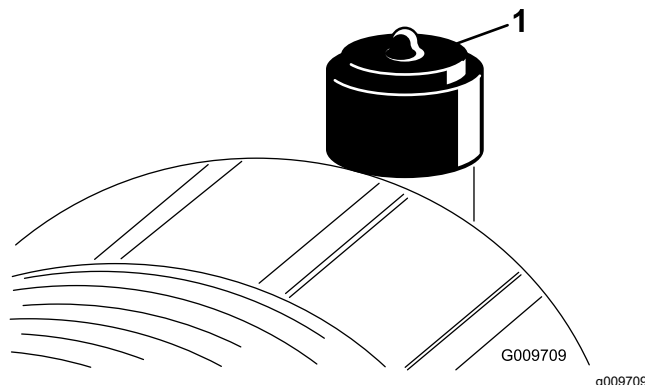

Figure 53
Faites l'entretien du filtre à air uniquement quand l'indicateur de colmatage (Figure 53) indique que cela est nécessaire. Changer le filtre à air prématurément ne fait qu'accroître le risque de contamination du moteur par des impuretés quand le filtre est déposé.
2. Réarmez l'indicateur de colmatage (Figure 53) s'il est rouge.